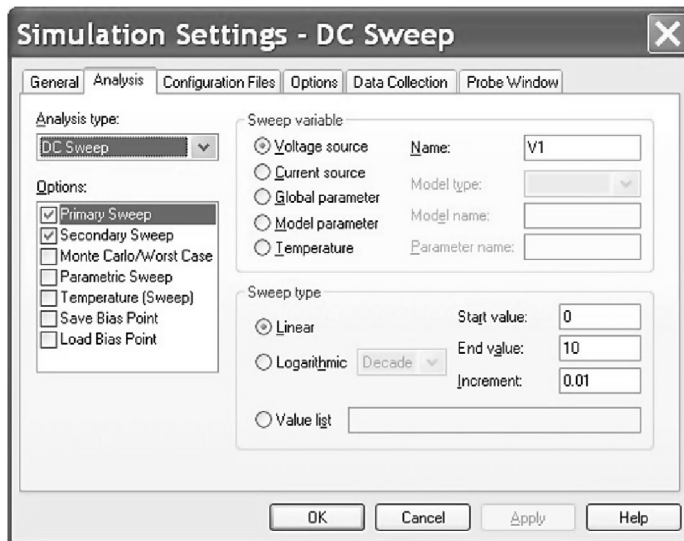

图 15.12 主扫描设置
2. 设置嵌套直流扫描分析。如图 15.12 所示，电压源 V1 设置为主扫描，起始值为 0V，结束值为 +10V，步进为 0.01V。如图 15.13 所示，温度设置为辅扫描，起始值为  $-55^{\circ}\text{C}$ ，结束值为  $+75^{\circ}\text{C}$ ，步进为  $10^{\circ}\text{C}$ 。